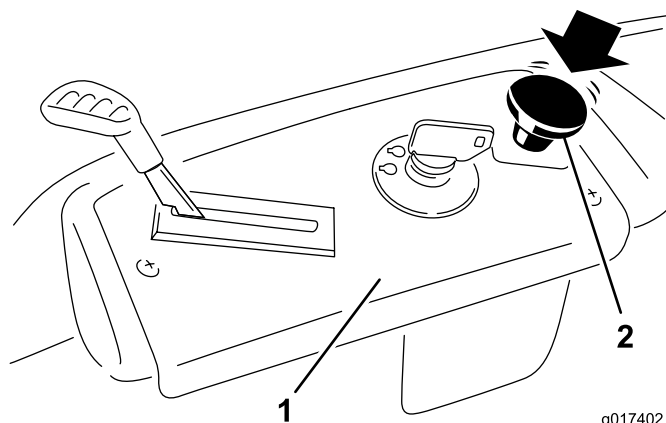

Figura 12
2. Disinserite le lame spostando il comando delle lame in posizione Off (Figura 12)